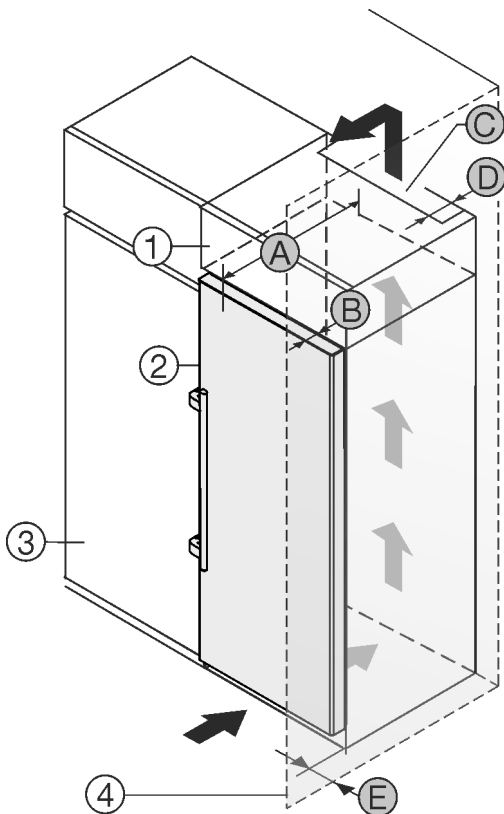

Fig. 2
Můžete přístroj nainstalovat přímo vedle kuchyňské skříňky Fig. 2 (3).*
Na zadní straně nastavné skříňky musí být větrací šachta hluboká Fig. 2 (D) přes celou šířku nastavné skříňky.*
Pod stropem místnosti musí být dodržen větrací průřez Fig. 2 (C).*
Když přístroj instalujete závěsy vedle stěny Fig. 2 (4), musí být vzdálenost mezi přístrojem a stěnou minimálně 57 mm. To odpovídá přesahu madla při otevřených dveřích.*
Aby bylo možné dvířka plně otevřít, musí přístroj přesahovat o hloubku dvířek Fig. 2 (B) vůči přední linii kuchyňské skříňky. V závislosti na hloubce kuchyňských skříňek Fig. 2 (3) a použití vymezovačů odstupu od stěny může přístroj vyčnívat dále.*